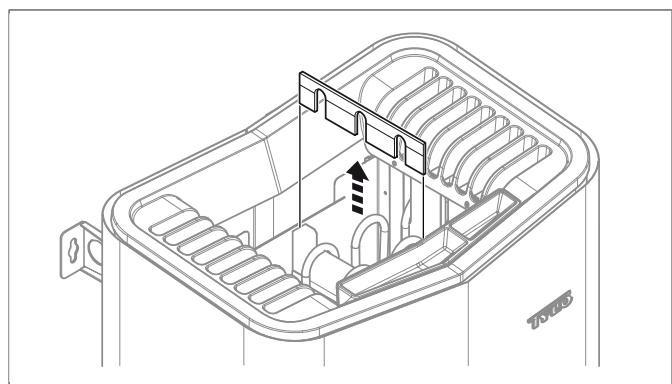

Fig 6: Lyft bort plåten som håller rörelementen på plats
1. Drag loss plåten som håller rörelementen på plats (se **Fig 6**, sidan 3).